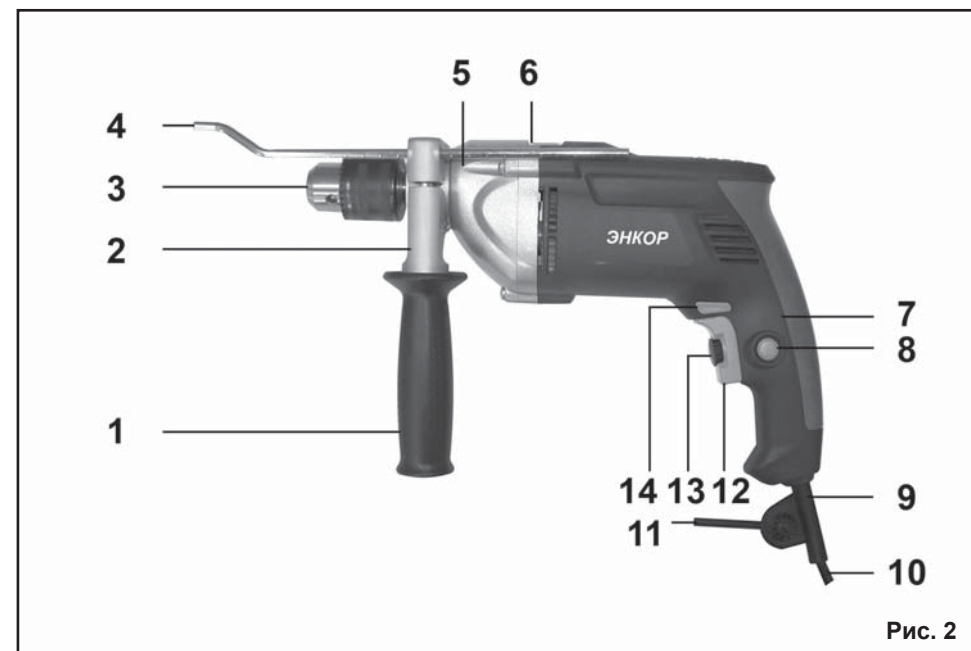

Рис. 2
6. УСТРОЙСТВО ДРЕЛИ (Рис.2)
7. СБОРКА (Рис.2)
8. ПОДГОТОВКА К РАБОТЕ И РЕГУЛИРОВКА (Рис.2)
10. ТЕХНИЧЕСКОЕ ОБСЛУЖИВАНИЕ (Рис.2)